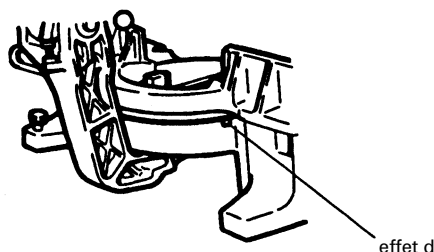

Fig. 28
- *Section rotative de la plaque tournante et du socle (voir Fig. 28)